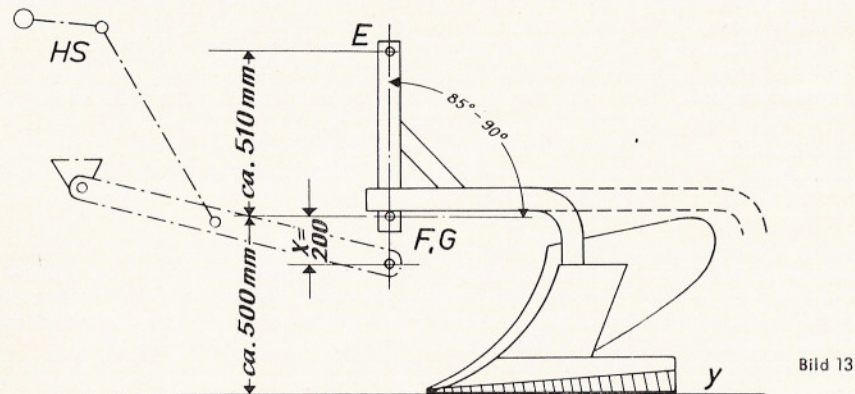

Bild 13
B. Forderungen, die an das Arbeitsgerät für Regelhydraulik gestellt werden (s. Bild 13):